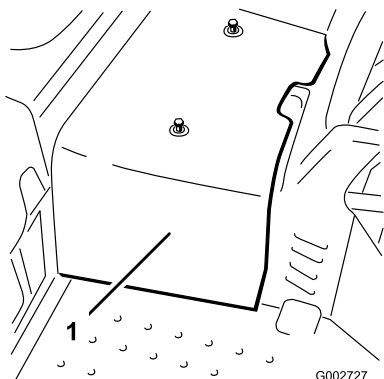

图 47
2. 拧掉将中央护罩固定到机器的 2 个螺丝然后取下护罩 图 47。